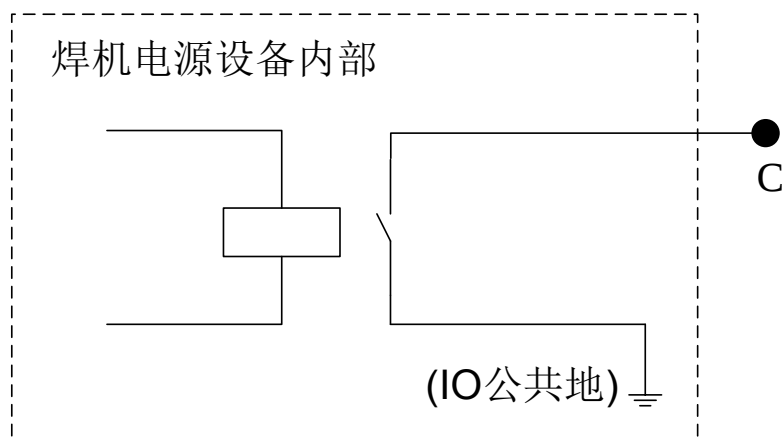

图 10 上行信号等效电路
(4) 由焊机电源输出给机器人的起弧成功 IO 信号传输等效电路图如图 10 所示。C 点接上行信号。